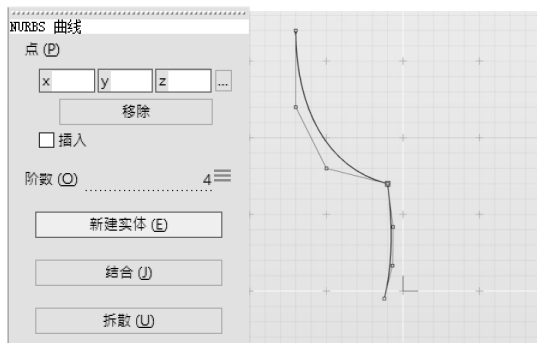

图 3-21 单击“新建实体”按钮（左）并继续绘制曲线（右）
2) 在控制面板中, 单击“新建实体”按钮, 可从上一段曲线结束的位置继续绘制曲线, 如图 3-21 所示。